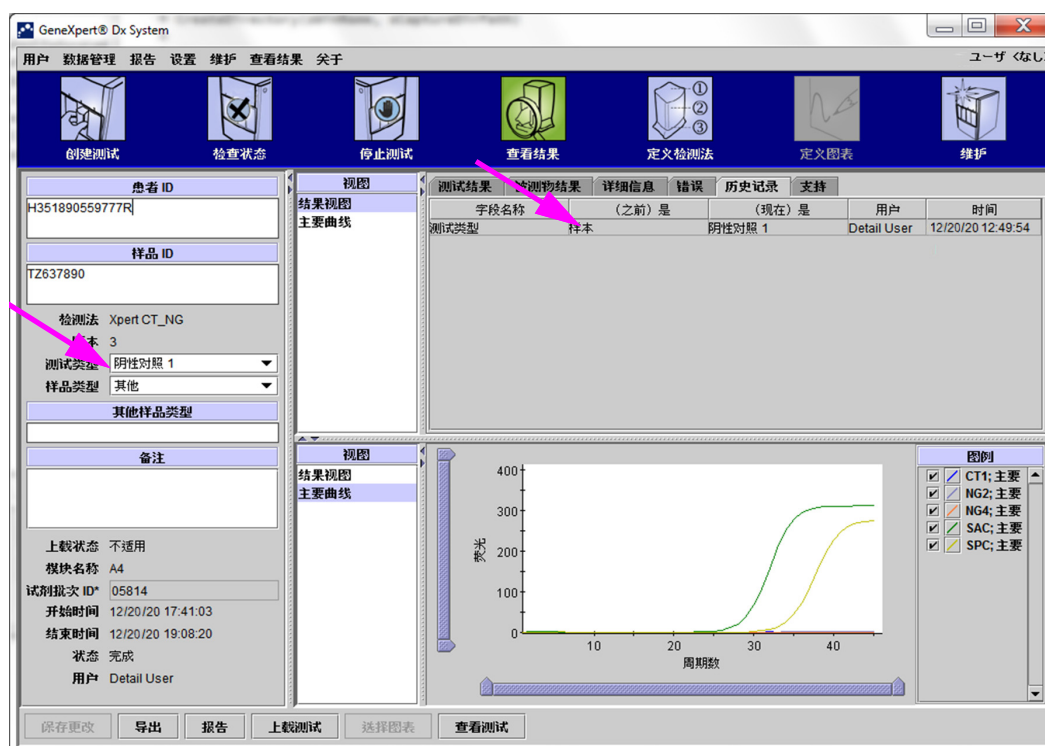

图 5-52. “历史记录”选项卡，显示测试类型从“样本”更改为“阴性质控液”
5. 单击**是**保存更改并继续。软件追踪更改历史记录（参见图 5-52）。